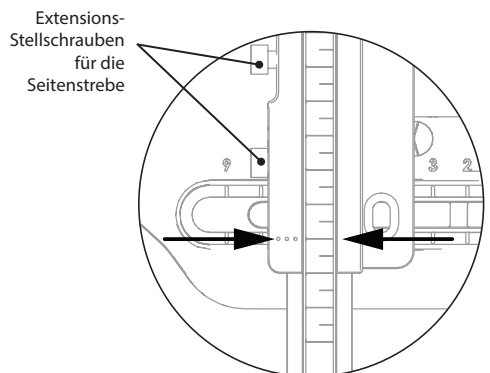

Abb. 15
Hinweis... Die Skala an den Seitenstreben werden an der Pfeilposition abgelesen, wobei die drei Punkte an der fixierten Strebe an der Skala der extendierbaren Strebe ausgerichtet sind, siehe Abb. 15. Das Beispiel zeigt eine mediale untere Seitenstrebe, die auf 3 cm oberhalb der Mindestextension eingestellt ist. Dies entspricht einer Kniedrehpunkt-Höhe des Produkts von:
3. Prüfen Sie, ob die Anzeigen der medialen und lateralen Skala übereinstimmen (siehe Abb. 15), passen Sie sie bei Bedarf an und ziehen Sie die Extensions-Verriegelungsschrauben mit einem Drehmoment von 5 Nm an.